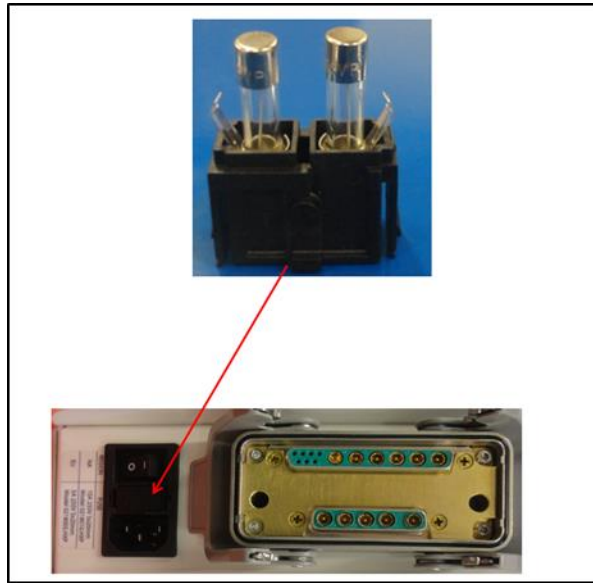

Bild 14: Säkringsdosans placering
5. Sätt tillbaka säkringsdosan i nätaggregatet med skåran på höger sida (*Bild 14*).